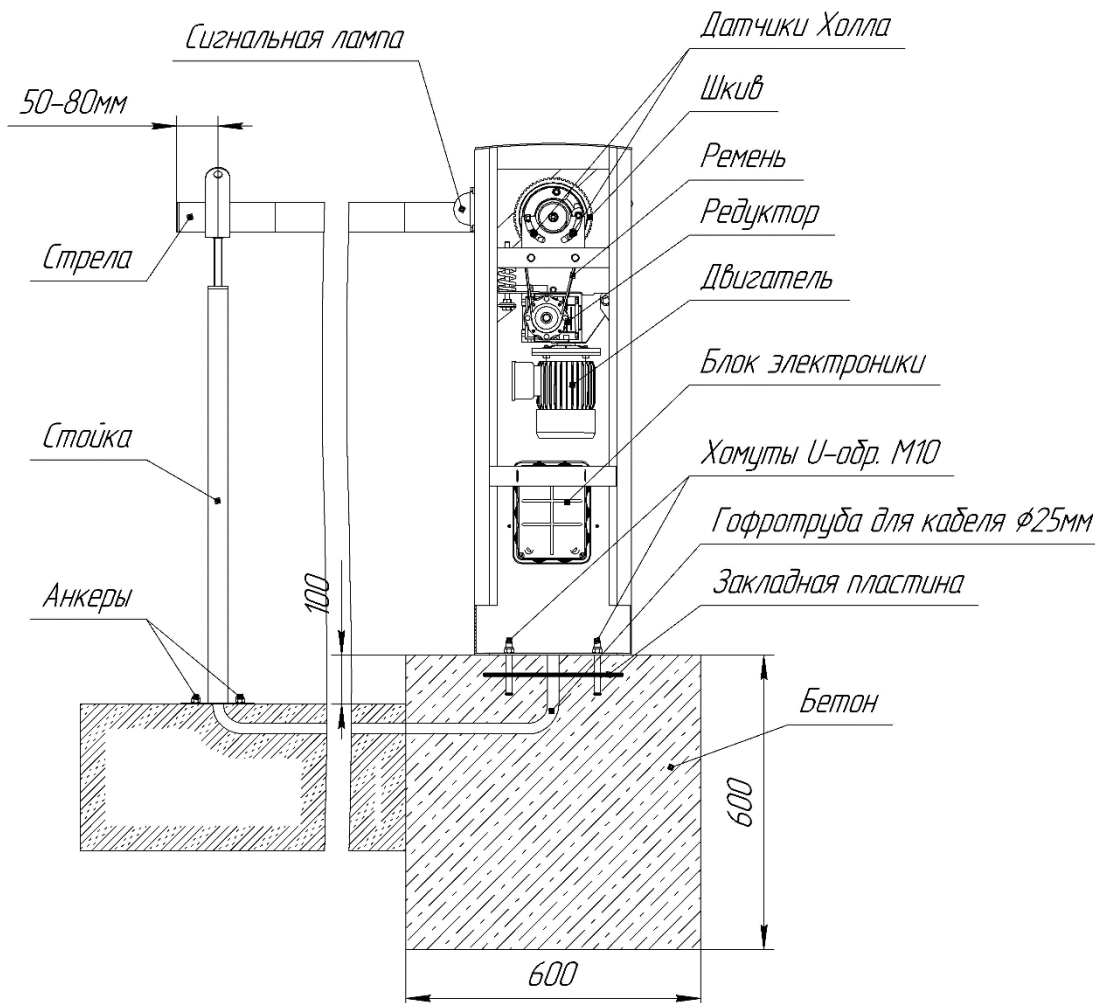

Рисунок 1
Шлагбаум следует установить на фундамент размером 600х600х600 из бетона марки не ниже М400. В процессе заливки фундамента необходимо в него установить монтажный комплект: закладную пластину и хомуты U-обр М10, при этом концы хомутов должны выступать над поверхностью фундамента своей резьбовой частью на высоту не менее 40 мм. Сам фундамент должен выступать над уровнем проезжей части не менее 100мм (см. Рис. 1, 2). После застывания фундамента тумба шлагбаума закрепляется на резьбовые части хомутов с помощью гаек М10 с кузовными шайбами М10.
На производстве шлагбаумы собираются в правостороннем исполнении (если смотреть со стороны крышки тумбы, стрела с права см. Рисунок 1, 2).
- \* Переставить балансирующую пружину с левого крепления на рычаге и зацепе на правое крепление (см. Рисунок 1).
Концевые выключатели настраиваются таким образом, чтобы при срабатывании выключателя рычаг останавливался на расстоянии 1-2 мм от упоров, расположенных на верхней поверхности корпуса шлагбаума, не касаясь их (см. Рисунок 1).
Сигнальная лампа подключается к разъему **X3**. Напряжение ~220В. Активируется при движении стрелы шлагбаума. Лампа крепится с боку корпуса шлагбаума (см. Рисунок 1)